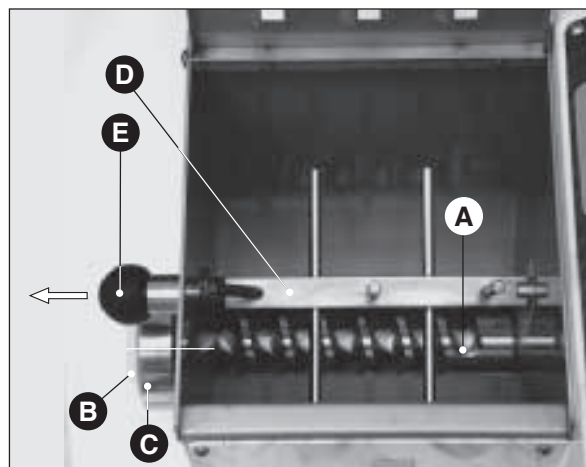
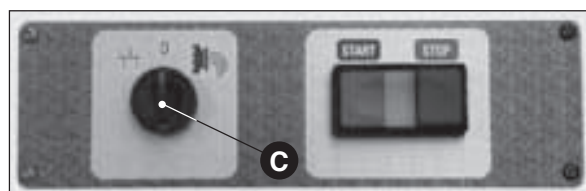

Fig. 1
Fig. 2
- posizionare il selezionatore su "0" (Fig. 2 C), verificare il corretto montaggio della coclea (Fig. 1 A) osservando che la parte cilindrica sia appoggiata all'albero di trascinamento;
- accertarsi inoltre che il tappo in plastica (Fig. 1 B) sostitutivo della trafilatura sia ben posizionato e la ghiera (Fig. 1 C) ben chiusa;
- infine bloccare sicuramente il mescolatore (**Fig. 1 D**) nella sua sede mediante il pomello di testa (**Fig. 1 E**).